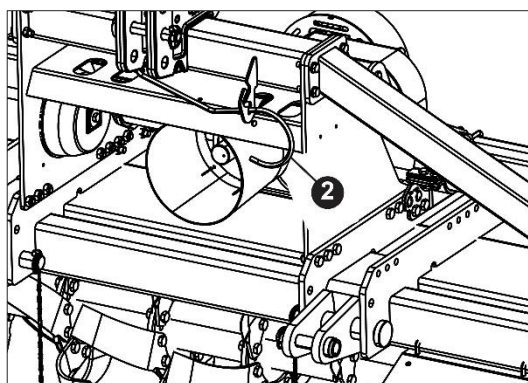

図 58
- 2) PTO シャフトを適切なホルダー(2、図 58)で動かないようにしてください。